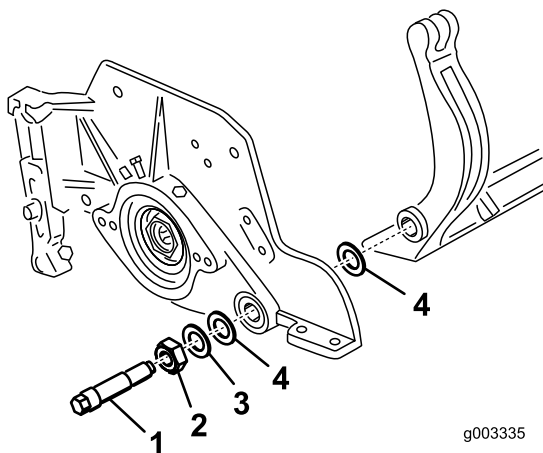

Figure 25
Mettez de côté 2 rondelles en nylon et 1 rondelle en acier à chaque extrémité de la barre d'appui (Figure 25).
3. Placez une rondelle en nylon de chaque côté du bossage de la plaque latérale. Placez une rondelle en acier à l'extérieur de chaque rondelle en nylon (Figure 25).